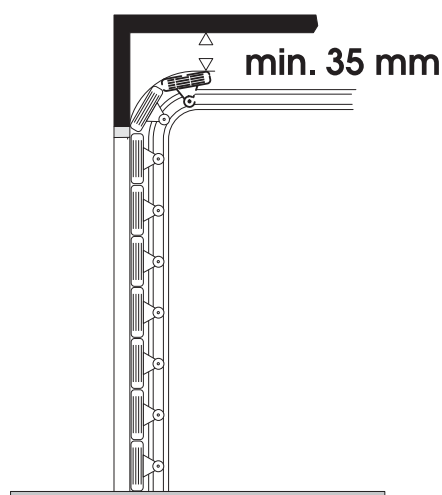

Fig. 4
Encombrement maximum à partir du plafond (mm)	35 (Fig. 4)
- Contrôler qu'il existe un espace d'au moins 35 mm entre le plafond et le point de coulissement le plus élevé de la porte (Fig. 4).
- 2) Tracer sur le linteau une ligne horizontale correspondant à la hauteur maximale atteinte par la porte au cours du mouvement (voir Fig. 4).